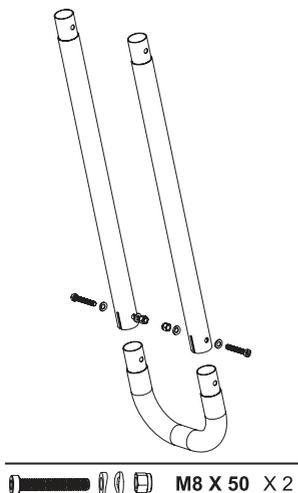

Рис. 3 Сборка задней опоры LSH5001H
1. Соберите заднюю опору (Рис. 3).